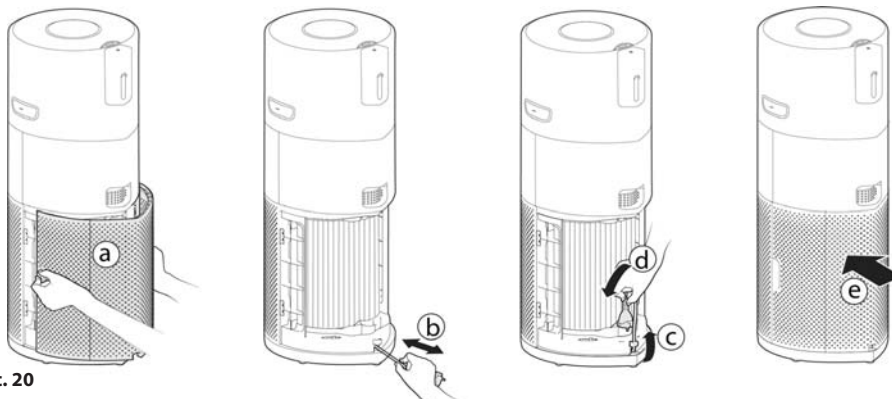

Рис. 20
5. Снимите крышку блока забора воздуха [Рис. 20а] и намотайте шнур на катушку, потянув его [Рис. 20б], закрепите шнур с помощью крючка для хранения, а затем вставьте вилку в транспортное положение. [Рис. 20с,д] Установите крышку блока забора воздуха. [Рис. 20е]